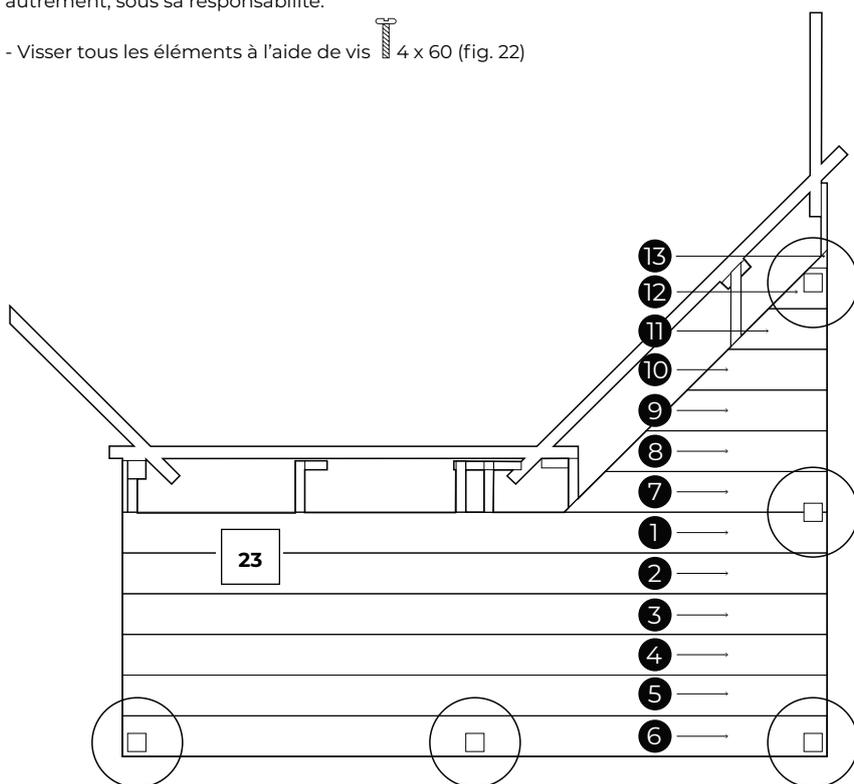

Fig. 20
- Positionner le sol en respectant l'ordre du schéma (fig. 20)
- Faire des découpes dans les planches marquées pour bien les assembler. (fig.20 et fig.21)